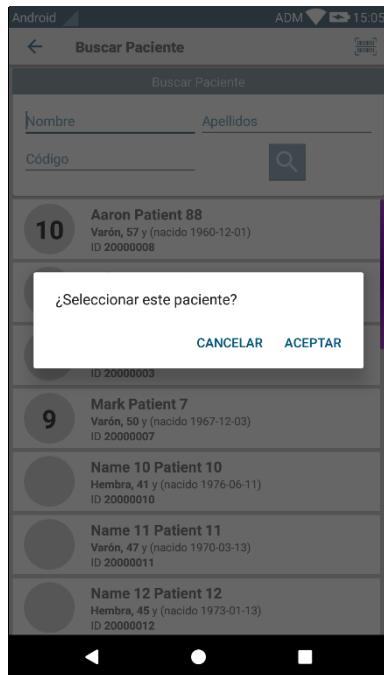

Fig 28
- Tocar la casilla correspondiente a un paciente para seleccionarlo. Se necesita confirmación de usuario (Fig 28).